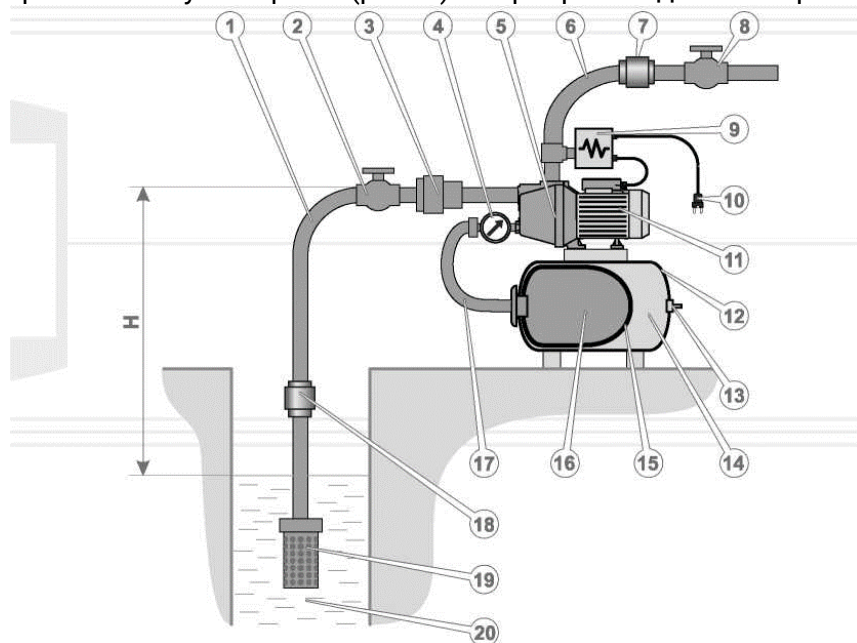

Рисунок 4. Схема прикладу монтажу насосної станції в системі автономного водопостачання від свердловини, колодязя глибиною не більше 8 м.
4. Під'єднати трубопровід (1, рис. 4) системи водозабору до вхідного патрубка насоса, а систему водопостачання — до вихідного.
7. Відкрити запірні крани (2, 8, рис. 4) на вхідному (1, рис. 4) та вихідному (6, рис. 1) трубопроводах.
- автоматичне вимкнення та увімкнення насосної станції в разі досягнення відповідних показників тиску води – за показанням манометра (4, рис. 4). Показники тиску мають відповідати вказаним у розділі «Технічні характеристики».